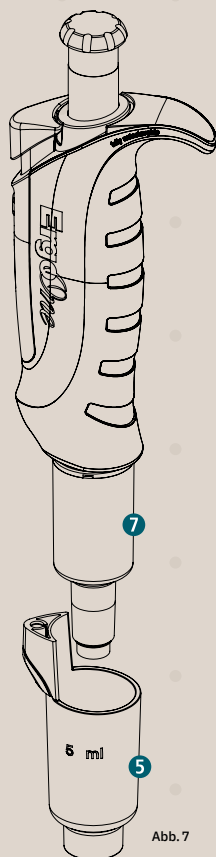

Abb. 7
- Drücken Sie den Abwurfknopf **2** vollständig durch und ziehen Sie die Spitzenabwurfhülse **5** nach unten ab (Abb. 7).